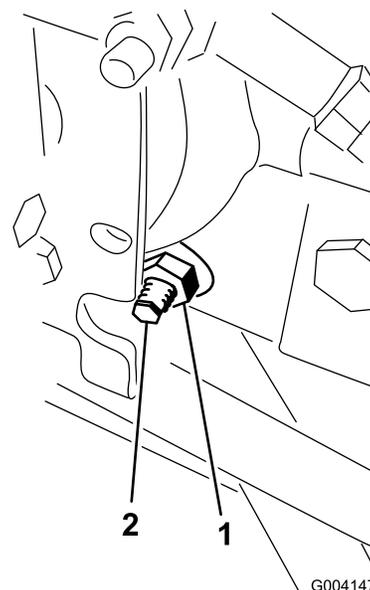

図 62
3. ハイドロスタットの右側にあるトラクション調整カムのロックナットをゆるめる 図 62。